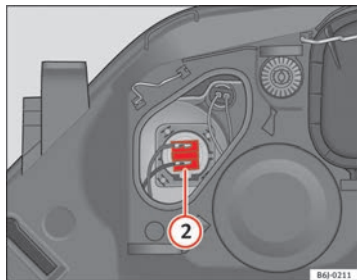

Fig. 140 Luz de carretera
- Extraiga el conector ⇒ fig. 140 ② tirando hacia afuera.